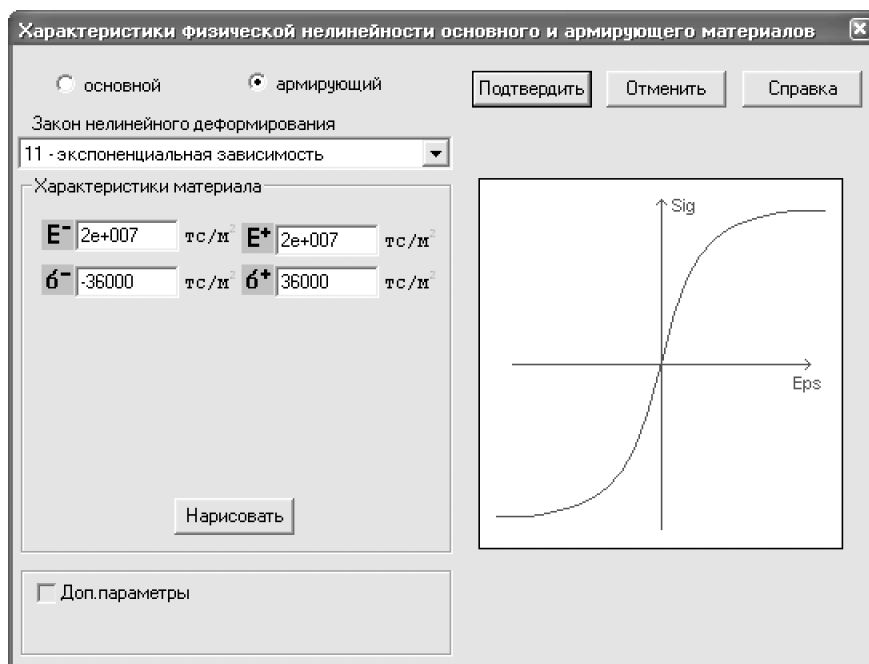

Рис.7.14. Диалоговое окно Характеристики физической нелинейности основного и армирующего материалов для армирующего материала
- Далее в этом же окне щелкните по радио-кнопке **армирующий** (рис.7.14).